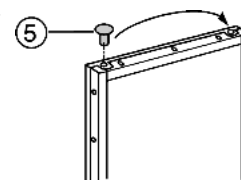

Fig. 5
- ▶ Переставити опорну пробку Fig. 5 (5)